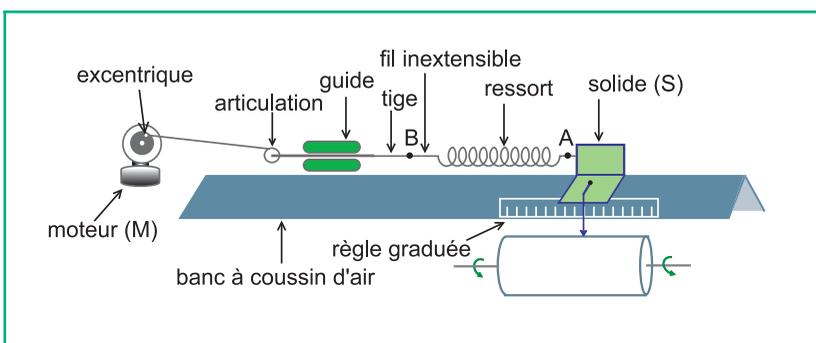
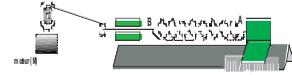
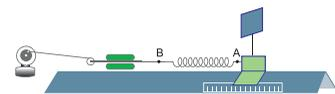

Fig.1 : Dispositif d'étude des oscillations forcées d'un pendule élastique horizontal
Fig.4 : Palet (S) sans le système d'enregistrement
Fig.5 : Palet (S) avec voile
On utilise le dispositif expérimental schématisé sur la figure 1. Il est constitué essentiellement d'un pendule élastique horizontal (système solide-ressort), d'un moteur (M) et d'un dispositif d'entraînement du pendule par le moteur. Le solide est un palet (S) de masse  $m = 100 \text{ g}$ , placé sur un banc à coussin d'air. Par un point A de l'un de ses bords latéraux, il est attaché à un ressort de raideur  $k = 6.5 \text{ N.m}^{-1}$ . Par l'intermédiaire d'un dispositif de guidage, le ressort est relié par son autre extrémité à un excentrique solidaire du moteur (M) de fréquence de rotation  $N$  réglable. De cette manière, lorsque le moteur est en marche, l'extrémité B du ressort est assujettie à se déplacer parallèlement au bord supérieur du banc à coussin d'air. Un stylet fixé sur le solide (S) permet d'enregistrer l'évolution de l'élongation de son centre d'inertie G en fonction du temps, sur une feuille de papier enroulée sur un cylindre tournant à vitesse constante.
Pour étudier expérimentalement l'influence de la fréquence  $N$  de l'excitateur sur l'amplitude  $X_m$  des oscillations du pendule, on reprend le dispositif de la figure 1, sans le système d'enregistrement (Fig.4) et on met le moteur en marche à la plus petite valeur possible de la fréquence  $N$ . Le pendule se met à osciller de part et d'autre de sa position d'équilibre, comme précédemment, à la même fréquence  $N$ , mais avec une amplitude très faible. En faisant augmenter progressivement la valeur de la fréquence  $N$  du moteur, l'amplitude des oscillations devient de plus en plus grande. Puis, lorsque  $N$  s'approche d'une certaine valeur légèrement inférieure à la fréquence propre  $N_0$  du pendule élastique,  $X_m$  augmente beaucoup plus qu'auparavant. Mais, dès qu'elle dépasse cette valeur à laquelle elle est la plus élevée,  $X_m$  rechute pour continuer par la suite à décroître en tendant de manière modérée vers des valeurs de plus en plus faibles.
On reprend de nouveau le dispositif expérimental de la figure 1, sans le système d'enregistrement. On augmente l'amortissement dû à la résistance de l'air en fixant sur le palet (S) une voile sous forme d'une plaque rectangulaire perpendiculaire à l'axe du banc à coussin d'air (Fig.5) et on suit comme précédemment l'évolution de l'amplitude  $X_m$  des